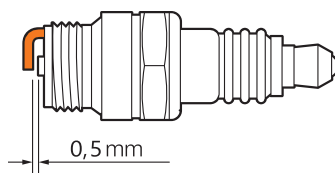

Рис. 21
- Измерьте зазор между электродами свечи при помощи плоского щупа. При необходимости откорректируйте зазор, осторожно подгибая боковой электрод. Зазор должен быть 0,5 мм. (Рис. 21).